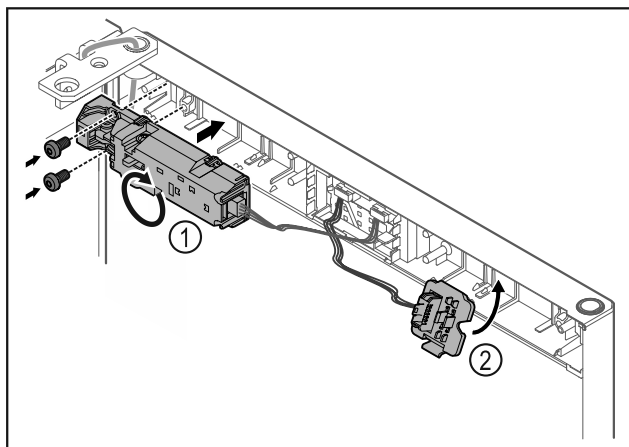

Fig. 24
- Tourner la serrure électrique Fig. 24 (1) à 180° et la placer de l'autre côté.
- Accrocher le support de connecteur Fig. 24 (2) de l'autre côté.